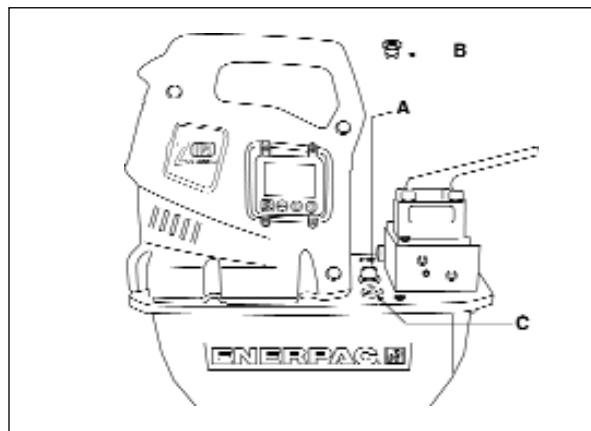
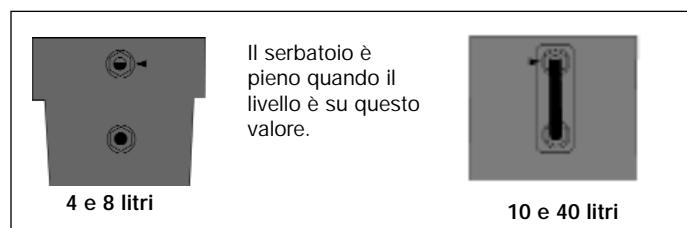

Fig. 2, installazione tappo di ventilazione ZU4
Fig. 4
4.1 Coperchietto ventilazione serbatoio (vedere Fig. 2)
Controllare il livello dell'olio della pompa prima di aviarla e se necessario aggiungere olio togliendo temporaneamente il tappo SAE #10 dalla piastra di copertura della pompa (vedere Fig. 2). Il serbatoio è pieno quando il livello raggiunge la parte superiore della spia dell'olio (vedere Fig. 4).